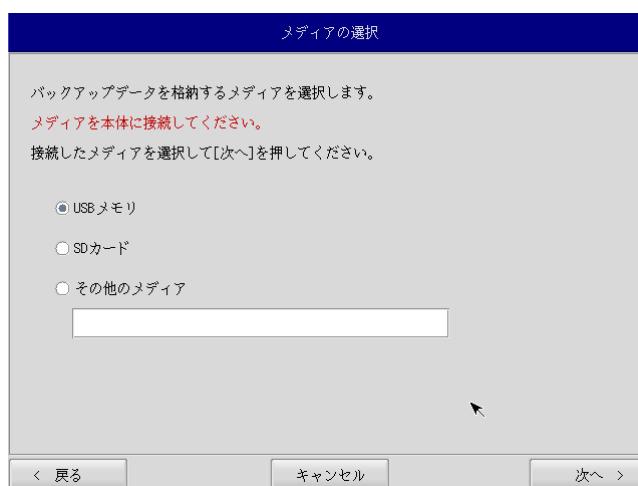

図 6-4-1. メディア選択画面
- ② メディア選択画面（図 6-4-1）が表示されます。バックアップファイルが保存されているメディアを選択します。USB メモリまたは SD カードを選択し、本体にメディアを接続します。[次へ]ボタンを押します。